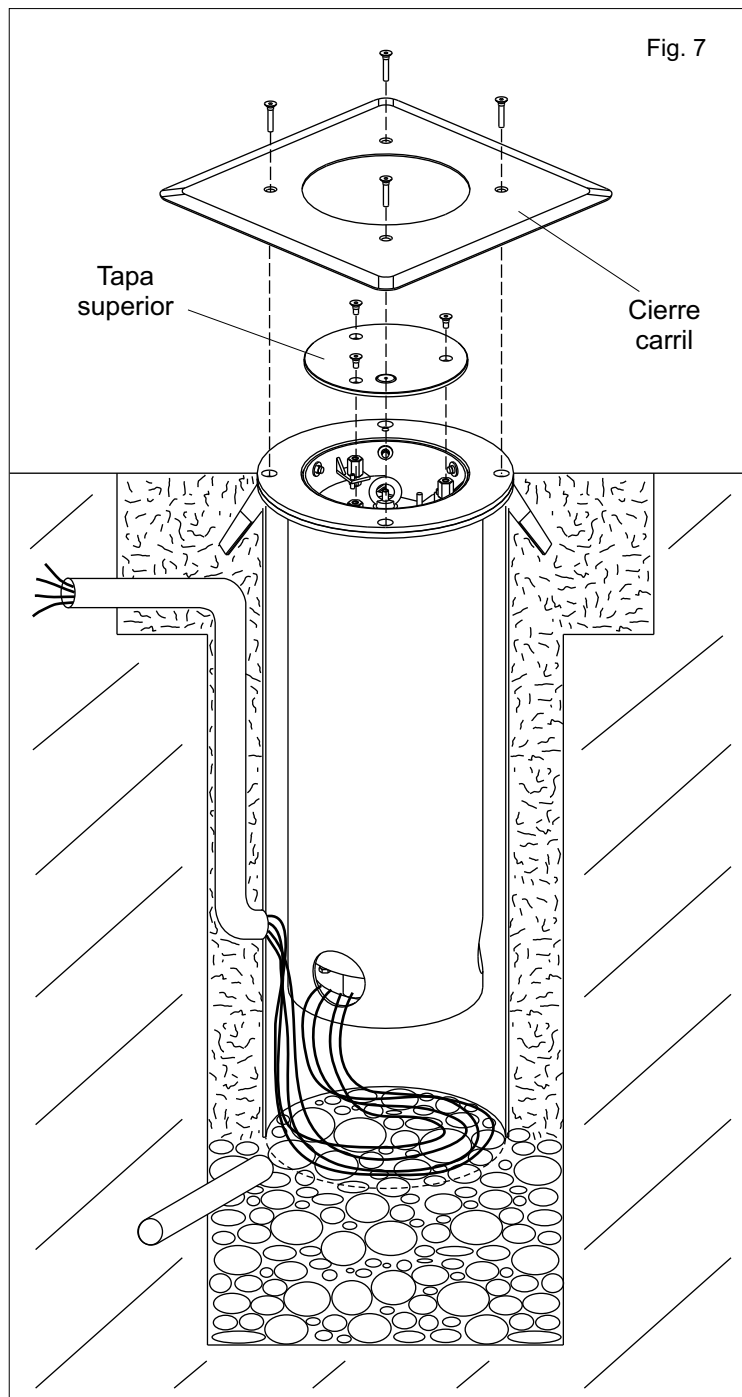

Fig. 7
2.3. Llevar el disuasor a golpe con la placa de fundación teniendo cuidado cura de dejar acomodado en el fondo del tubolos cables eléctricos (Fig. 7).
2.4. Fijar el disuasor a la placa de fundación mediante el cierre carril y los 4 tornillo en dotación (Fig. 7).
Sucesivamente montar la tapa superior (Fig. 7).